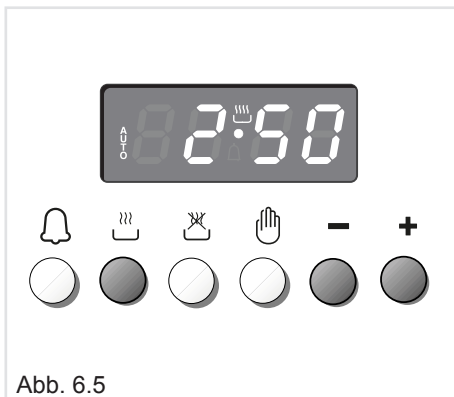

Abb. 6.5
1. Gardauer durch drücken der Taste  und der Taste  oder  einstellen. (Abb. 6.5). (Taste  erhöhen, Taste  verringern). **AUTO** und das Symbol  leuchten auf.